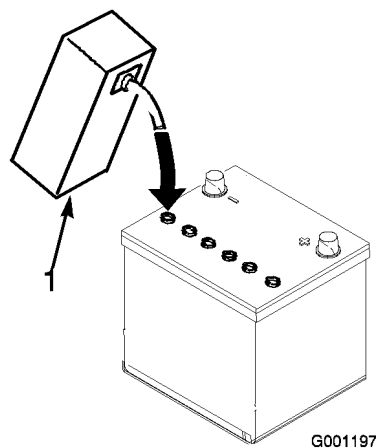

Figura 9
3. Encha cuidadosamente cada célula com electrólito até as placas estarem cobertas com cerca de 6 mm de fluido (Figura 9).
4. Aguarde aproximadamente 20 a 30 minutos para que as placas fiquem embebidas em electrólito. Se necessário, volte a colocar electrólito até ficar cerca de 6 mm acima do fundo do depósito de enchimento (Figura 9).